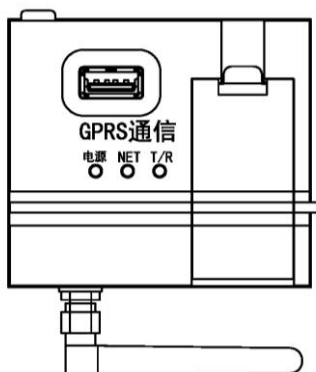

图 2（c）GPRS 模块
3.2.3 终端右下方为上行信道模块，可分为：230MHz 专网模块、无线 G 网模块、无线 C 网模块、微功率无线模块、电力线载波模块、有线网络模块、公共交换电话网模块等通信模块；本终端采用的是无线 G 网通信模块。模块盒外形及指示灯定义如图 2（c）所示：